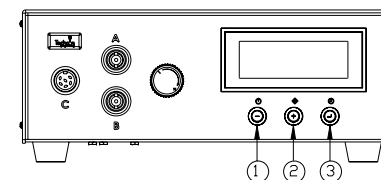

Figura 9.0
5.5 CONTACICLI (vedere la figura 9.0)
5.6 MODIFICA DELL'UNITÀ DI MISURA DELLA PRESSIONE (vedere la figura 9.0)
1. Premere e tenere premuto per due secondi il pulsante di impostazione (3) per entrare nella schermata di impostazione.
3. Premere contemporaneamente il pulsante di impostazione (3) e il pulsante (+) per cambiare l'unità in "bar". Ripetere queste operazioni per tornare alla visualizzazione dei valori della pressione in "psi".
4. Premere e tenere premuto per due secondi il pulsante di impostazione (3) per uscire dalla schermata di impostazione.
5.7 IMPOSTAZIONE DELLA BASSA PRESSIONE (vedere la figura 9.0)